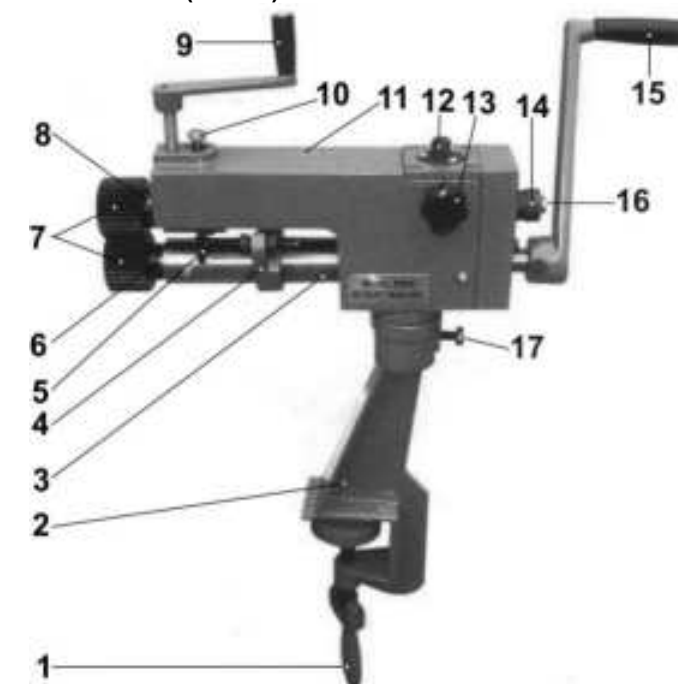

Рис. 3
6. УСТРОЙСТВО (Рис. 3)
- 7.2. Зафиксируйте стопорный болт (17) (Рис. 3).
- 7.3. Установите рукоятку приводную (15) на хвостовик ведущего вала станка (6) и зафиксируйте ее винтом на рукоятке (15) (Рис. 3).
- 7.4. Установить рукоятку регулировочную (9) на станок (Рис. 3).
8.2. Регулировка положения верхнего ролика (Рис. 3).
- 8.3. Регулировка горизонтального положения верхнего ролика (Рис. 3).
8.4. Регулировка стопоров ширины кромки (Рис. 3).
- 9.1. Установите станок на устойчивое основание (стол или верстак), прикрутив его зажимной ручкой (1). Ослабив стопорный болт (17), поверните станок на угол, необходимый для проведения технологической операции вокруг горизонтальной оси. Зафиксируйте это положение стопорным болтом (17) (Рис. 3).
- 10.2. Смажьте ведущий вал (6) через масленки, установленные на кожухе (3), жидким маслом (Рис. 3).